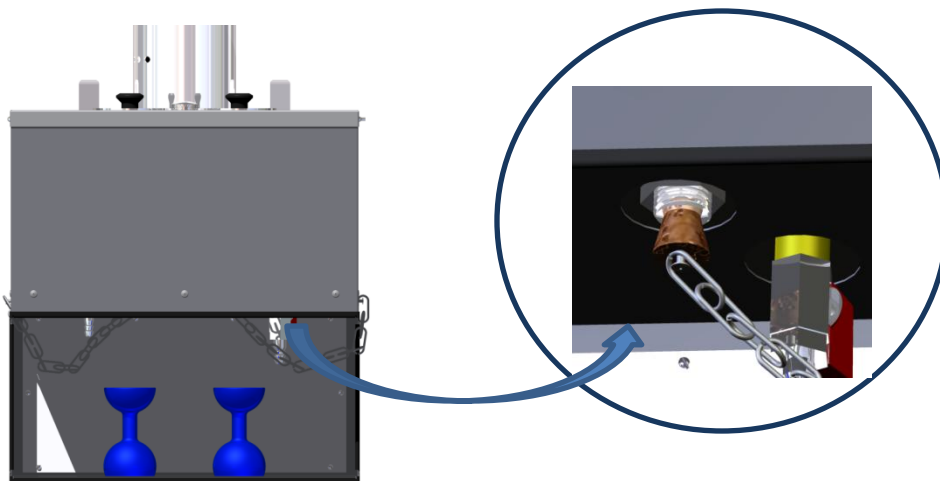

Figura 2
6.2.4 Funil de filtração figura 2.
6.4.2 Adapte a rolha na câmara (na base do tubo) vide figura 2, de modo a não permitir escape de ar, caso contrario poderá ocorrer vazamento de óleo que será evidenciado peça rolha suja de sua retirada.
Uma vez o banho estabilizado na temperatura de ensaio, coloque a amostra a ser ensaiada no copo de prova e deixe estabilizar durante 15 minutos, para que a temperatura do banho passe para a amostra; Coloque o frasco receptor no orifício correspondente a ser ensaiado (vide figura 2), Coloque o frasco coletor em posição tal, que o filete de amostra que correr do tubo, toque e escorra pelo gargalo. Puxe rapidamente a corrente presa à rolha e simultaneamente de partida no cronometro. Acompanhe o escoamento da amostra, até serem coletados 60 ml no frasco (menisco inferior coincidindo com a marca volumétrica figura 5). Interrompa a cronometragem neste exato momento e anote o tempo em segundos: